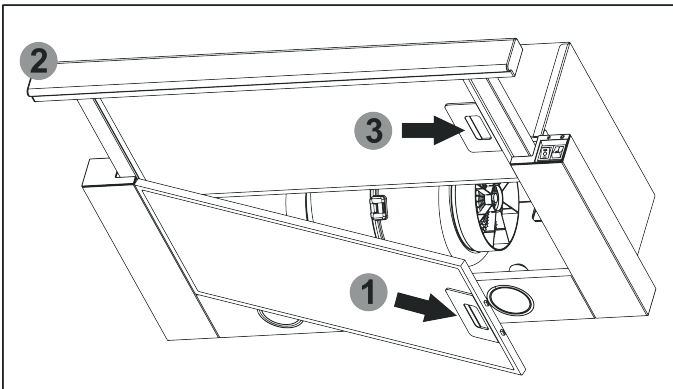

Abb.6
7.9 Zum Entfernen des Aluminiumfilters (Abb. 6) die Federverriegelung des Aluminiumfilters 1 drücken und entfernen. Schublade mit Filter 2 herausziehen und Aluminiumfilter 3 herausnehmen. Installieren Sie den Filter in umgekehrter Reihenfolge.